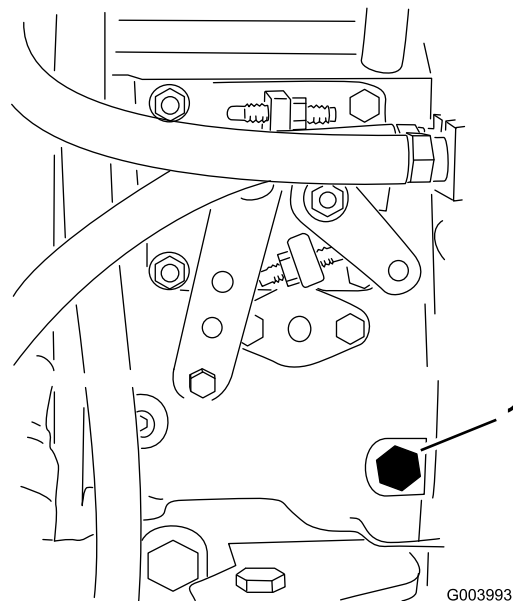

Figura 21
3. Con una chiave di 12 mm aprite la vite di spurgo dell'aria, situata sulla pompa di iniezione del carburante (Figura 21).